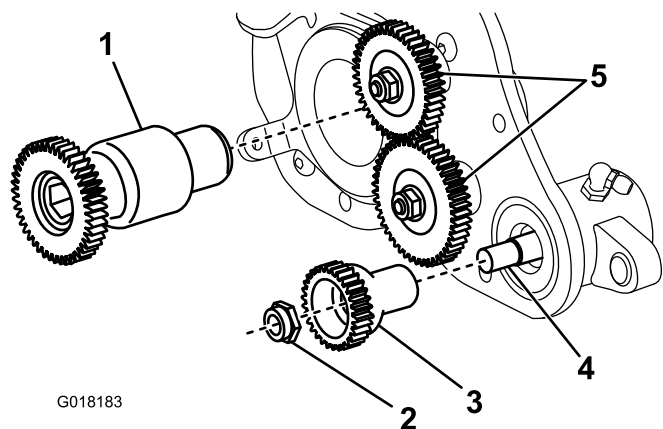

图30
5. 卸下将驱动齿轮固定至疏草刀轴轴端的凸缘锁紧螺母 图30。拆下齿轮。
- 从滚刀轴上拆下疏草刀驱动齿轮 图30。